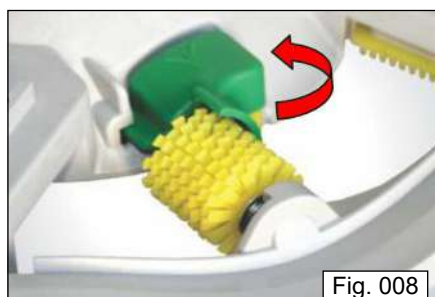

Fig. 008
**Observação:** A lateral do suporte deve encaixar na base conforme a fig. 008.